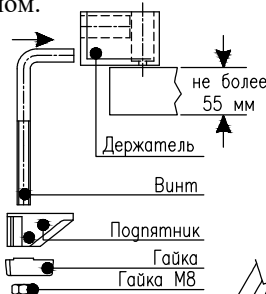

Рис.1
4.2. В случае комплектования светильника струбиной, собрать струбину в соответствии с рис. 1.